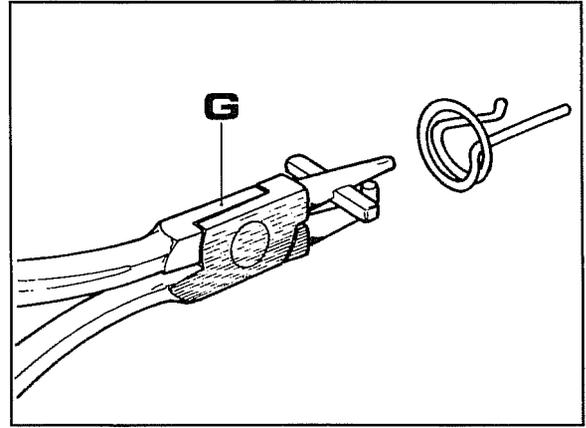

Fig. 14
- Pour mieux remonter le ressort **R** fig.8 se servir de l'outil **G** fig.14.